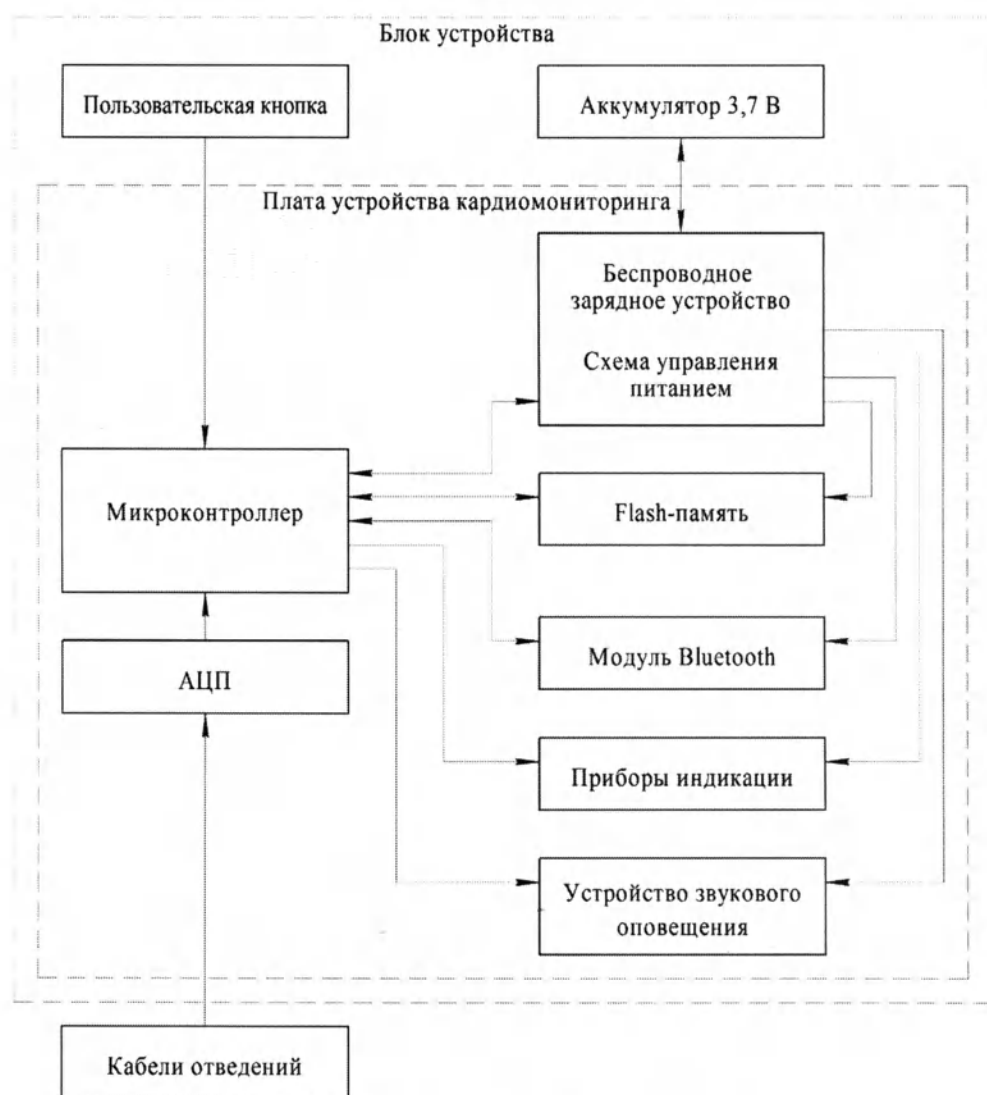

Рис. 2. Структурная схема устройства
1. Структурная схема устройства, поясняющая работу устройства и взаимосвязи между его составными частями, приведена на рис. 2.